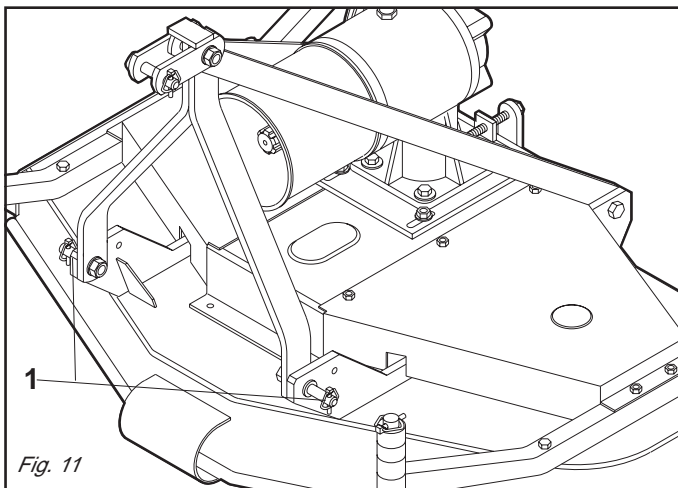
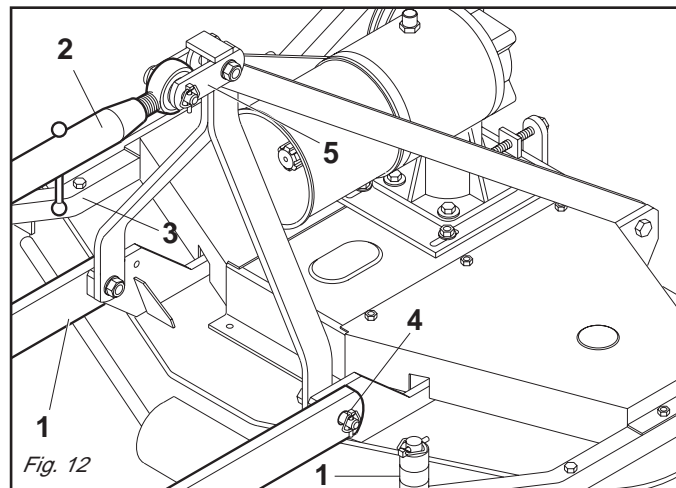
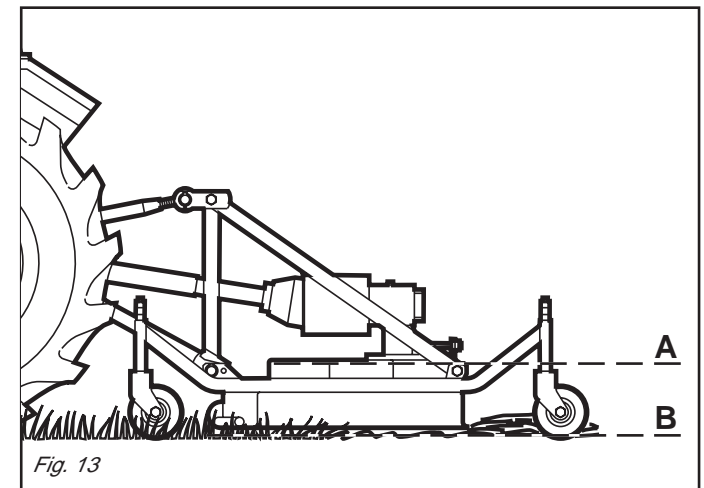

Fig. 11
Fig. 12
Fig. 13
- Con perni già inseriti (1 Fig. 11), accostare le barre parallele del trattore (1 Fig. 12) all'esterno delle piastre ed inserirle nei perni, bloccando il tutto con le copiglie a scatto (4 Fig. 12).
- *With the pins already inserted (1 Fig. 11), near the parallel tractor links (1 Fig. 12) to the outer side of the plates and fit them on to the pins, locking the parts together with the snap pins (4 Fig. 12).*
- Mit schon eingesteckten Bolzen (1 Abb. 11) die Unterlenker des Traktors (1 Abb. 12) auf die Außenseite der Platten bringen und sie in die Bolzen stecken, um dann alles mit den einrastenden Sicherheitssplinten (4 Abb. 12) zu befestigen.
- *Avec les axes déjà insérés (1 Fig. 11), approcher les bras inférieurs du tracteur (1, Fig. 12) à l'extérieur des plaques et les introduire dans les axes, en bloquant l'ensemble avec des goupilles (4 Fig. 12).*
- Con los pernos ya inseridos (1 Fig. 11) arrimar las barras paralelas del tractor (1 Fig. 12) al externo de las placas e introducir las en los pernos, bloqueando todo el conjunto con los pasadores de disparo (4 Fig. 12).
- Collegare il terzo punto superiore con l'apposito tirante (2 Fig. 12) ed effettuare una corretta regolazione - perfettamente allineato con il terreno tramite la leva (3 Fig. 12) verificando che il piano della macchina (A Fig. 13) risulti parallelo al piano terra (B Fig. 13). Ciò è molto importante allo scopo di ottenere il parallelismo tra l'asse del tosaerba e quello della presa di forza del trattore.
- *Connect the top link to the relative rod (2 Fig. 12) and correctly adjust to achieve perfect alignment with the ground by means of the lever (3 Fig. 12).*
*Check that the platform of the machine (A Fig. 13) is perfectly parallel to the ground (B Fig. 13).*
- Den Oberlenker mit der Zugstange (2 Abb. 12) verbinden und eine korrekte Einstellung vollkommen parallel zum Gelände mit dem Hebel (3 Abb. 12) vornehmen, wobei zu prüfen ist, daß die Ebene der Maschine (A Abb. 13) ganz parallel zur Ebene des Geländes (B Abb. 13) steht.
- *Atteler le troisième point supérieur avec le triant prévu (2, Fig. 12) et effectuer un réglage correct - parfaitement aligné avec le sol au moyen du levier (3 Fig. 12) en vérifiant que le plan de la machine (A Fig. 13) est parallèle au plan du sol (B Fig. 13).*
- Conectar el tercer punto superior con el correspondiente tirante (2 Fig. 12) y efectuar una correcta regulación, perfectamente alineado con el terreno mediante la palanca (3 Fig. 12) controlando que el plano de la máquina (A Fig. 13) resulte paralelo al plano tierra (B Fig. 13).